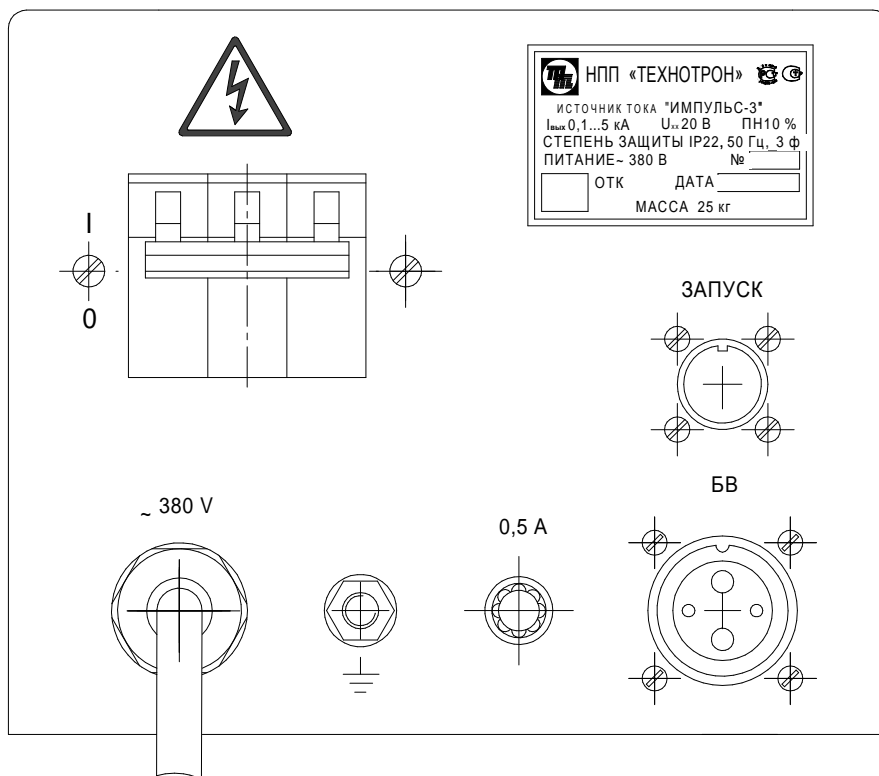

Рисунок 6 – Панели источника тока контактной сварки "Импульс-3"
1.4.10 На передней панели источника (рисунок 6) устанавливаются заданные технологической картой параметры режима сварки (см. руководство по эксплуатации ТТ 323-00 РЭ).